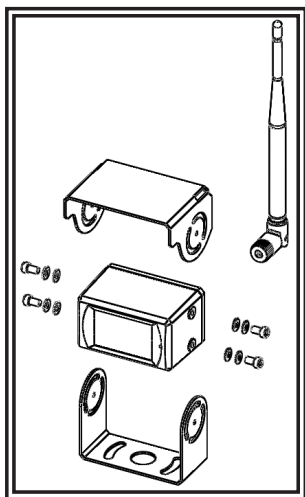

Abbildung 6
3. Bringen Sie die Kamera und die Sonnenblende wie in Abbildung 6 gezeigt an der U-Halterung an.